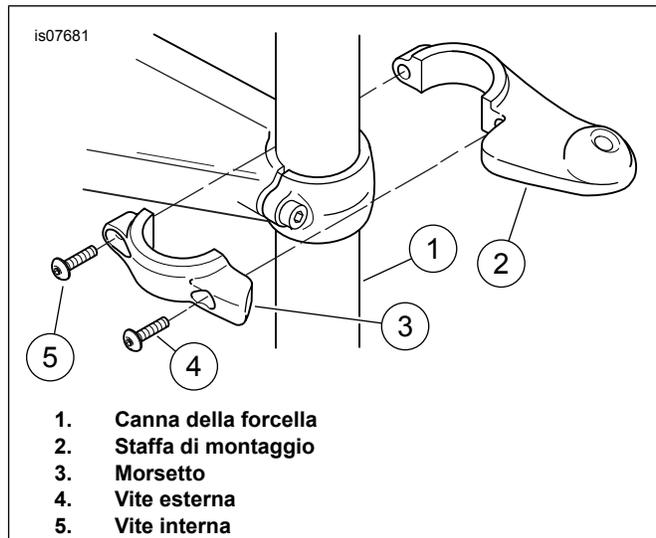

Figura 1. Installazione della staffa di montaggio sulla canna della forcella (mostrato il lato destro)
1. Vedere Figura 1. Installare la staffa di montaggio di destra (2) sulla canna della forcella (1) usando il morsetto di destra (3) e due viti ad esagono incassato (4-5). Serrare la vite esterna (4) ad una coppia di 8–9 N·m (70–80 in-lbs). Serrare la vite interna (5) ad una coppia di 8–9 N·m (70–80 in-lbs).